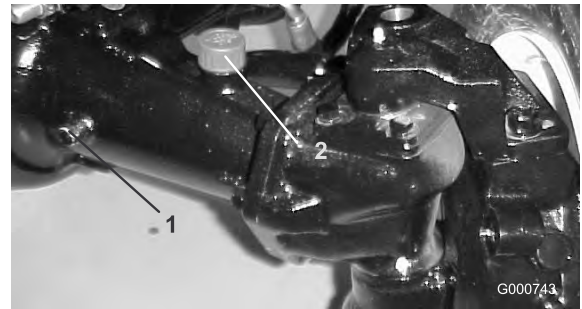

Figura 68
2. Retire un tapón de verificación (Figura 68) de un extremo del eje y asegúrese de que el lubricante llega al borde inferior del orificio. Si el nivel es bajo, retire el tapón de llenado (Figura 68) y añada suficiente lubricante para que el nivel llegue al borde inferior de los orificios de los tapones de verificación.